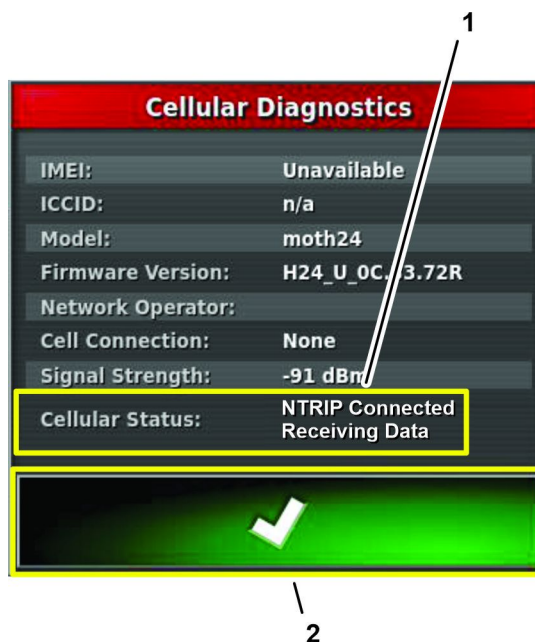

Figura 245
4. Premete l'icona della DIAGNOSTICA CELLE e verificate che nel campo dello stato delle celle sia visualizzato il messaggio N-TRIP CONNECTED RECEIVING DATA (Collegato a N-Trip - ricezione dati in corso) (Figura 245).